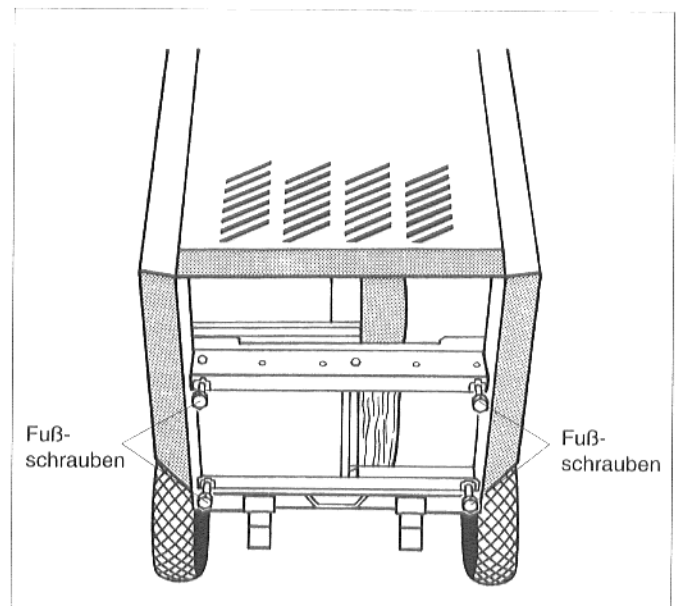

Abb. 5: Kesselunterseite
- Die vier **Fußschrauben** bis auf ca. 5-10 mm in die Gewinde in den Bodenschienen von unten eindrehen (Abb. 5).